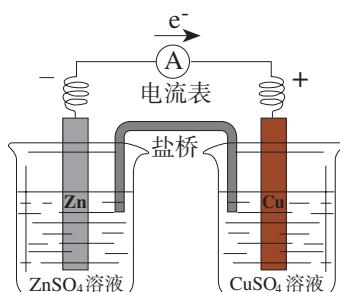

图 4-1 锌铜原电池示意图
如图 4-1 所示，将置有锌片的  $ZnSO_4$  溶液和置有铜片的  $CuSO_4$  溶液用一个盐桥① 连接起来，然后将锌片和铜片用导线连接，并在中间串联一个电流表，观察现象。取出盐桥，观察电流表的指针有何变化。
实验表明，接通电路时，电流表的指针发生偏转，即电路中有电流通过。从上述装置中取出盐桥，电流表的指针又回到零点，即电路中没有电流通过。如图 4-1 所示的原电池叫做锌铜原电池，其中锌一端为负极，铜一端为正极。
(1) 图 4-1 所示的锌铜原电池工作时，电子在导线中的运动方向是怎样的？阴离子和阳离子在电解质溶液中的运动方向是怎样的？
① 盐桥中装有含 KCl 饱和溶液的琼脂，离子可在其中自由移动。
(2) 锌铜原电池可看作由两个半电池组成，一个发生氧化反应，另一个发生还原反应。试分别写出两个电极上的反应及总反应的离子方程式。
请结合图4-1绘制反映原电池工作原理的示意图，并与同学交流。示意图要求包括以下内容：